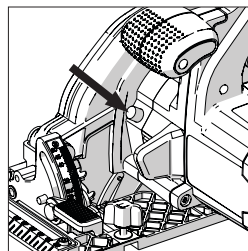

Fig. 3
- Localizzare il pulsante di blocco mandrino dell'utensile. Bloccare il mandrino della sega mettendo in funzione detto pulsante di blocco. **(Fig. 3)**